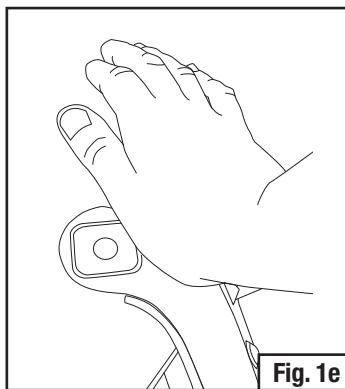

Fig. 1e
- Si vas a reemplazar el marco de la visera o la perilla de soldadura y el kit de pivote, o a realizar una nueva instalación en un casco existente, retira el poste del marco de la visera colocándolo en el borde de una mesa de modo que descance sobre el poste (que el agujero quede frente a ti) y presiona con fuerza hacia abajo en el marco con el talón de la mano (Fig. 1e).